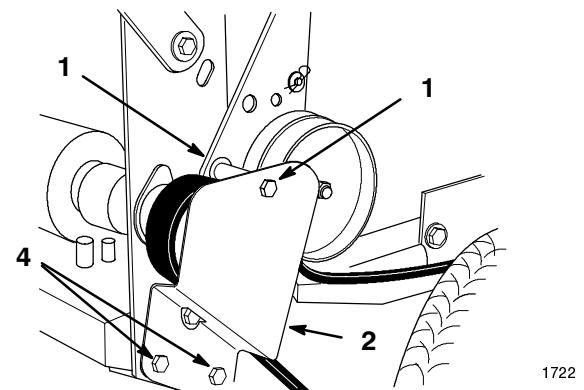

**Abbildung 30**
3. Die Enden der Schlauchklemmen zusammendrücken und vom Filter wegschieben (Abb. 30).